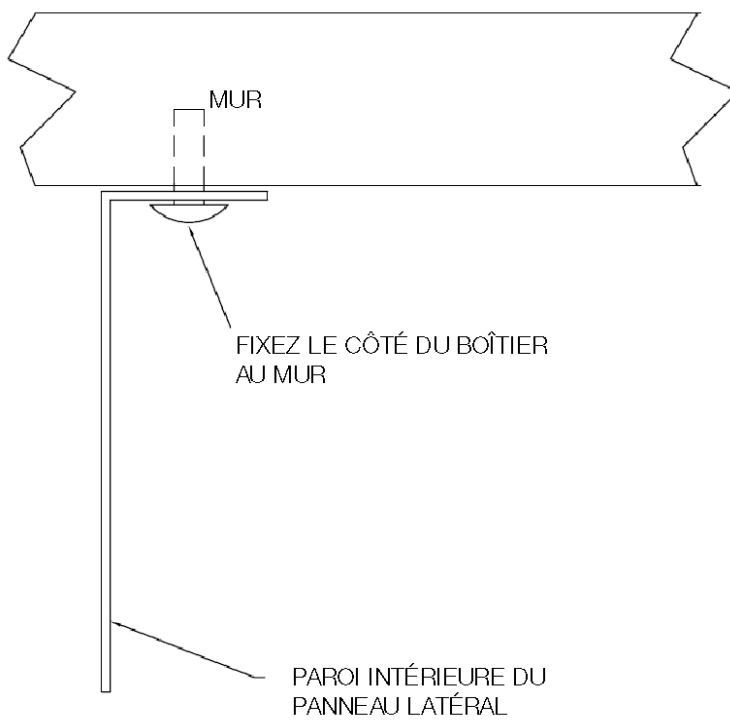

Figure 14C
3. Mettez le panneau en place en appuyant jusqu'à ce que sa surface affleure celle de la hotte. Fixez le boîtier à l'aide de vis ou de rivets pop au profilé latéral et au mur. **Voir la figure 14C : Détail du boîtier et fixation au mur arrière.**